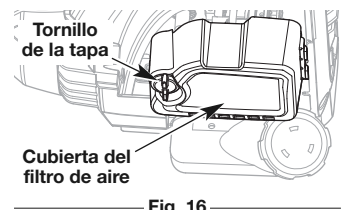

Fig. 16
1. Abra la tapa del filtro de aire desenroscando el tornillo correspondiente (Fig. 16).